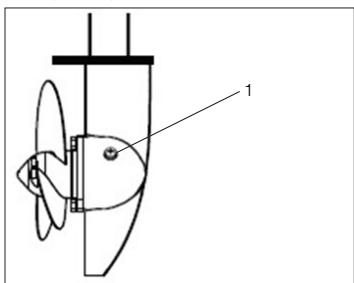

Рис. 8 Заправка смазки в корпус редуктора
2. Открутите пробку 1 контрольного отверстия (Рис. 8).
4. Закрутите на место пробку 1 контрольного отверстия (Рис. 8).